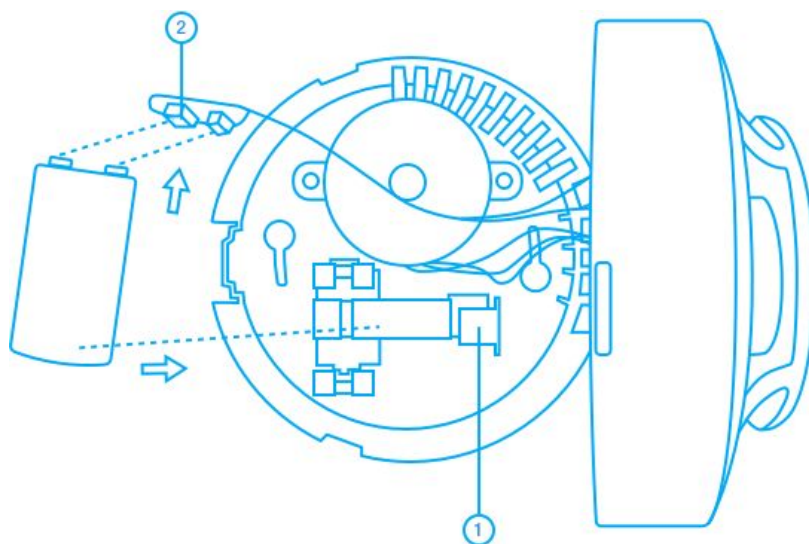

Рис. 5 Фиксаторы и клеммы устройства
Шаг 2: Аккуратно вытащите батарейку, отодвинув фиксаторы (1) и сняв клеммы (2) (рис. 5);